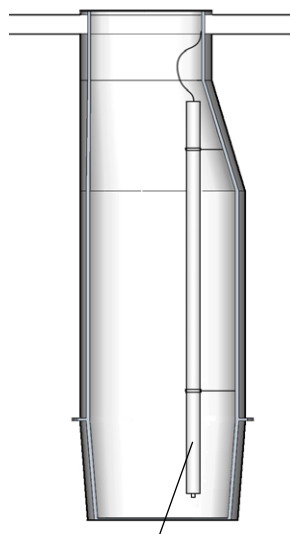

Fig. 1.
Montera ett skyddsror \varnothing 80 mm i pumpstationen ca 10 cm från botten (se fig. 1).
1. Gör en bädd med singel eller makadam Bild 1